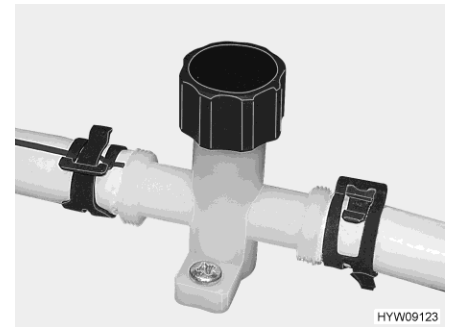
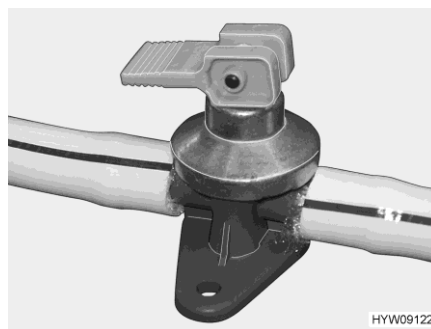

Fig. 191 Llave de desagüe (tubería de agua)
Fig. 192 Llave de desagüe (caldera Alde)
- Cerrar las llaves de desagüe (Fig. 192 y Fig. 191). Para ello, cerrar los capuchones girándolos en sentido de las agujas del reloj, o colocar el balancín en posición horizontal. El lugar de instalación de la válvula de seguridad/purga y de las llaves de desagüe figura en el apartado 10.7 al final del presente capítulo.